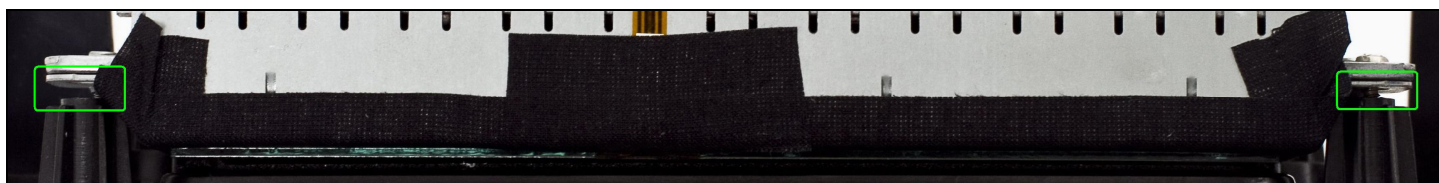
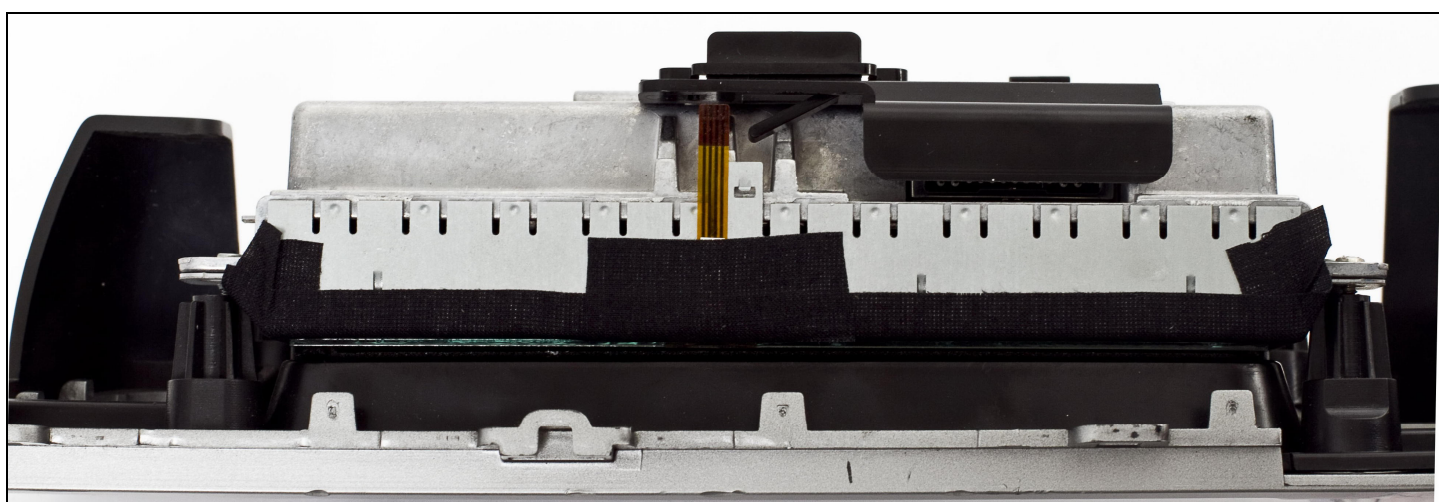

Рисунок 16
Рисунок 17
10. При монтаже дисплея к пластиковой рамке следует подложить набор шайб в образовавшийся зазор (рис. 16), между металлической рамкой дисплея и крепежными выступами пластиковой рамки, во избежание пережатия или повреждения сенсорного стекла. После монтажа, закрепите шлейф от сенсорного стекла на корпусе дисплея, при помощи тряпичной изолянт (рис. 17).